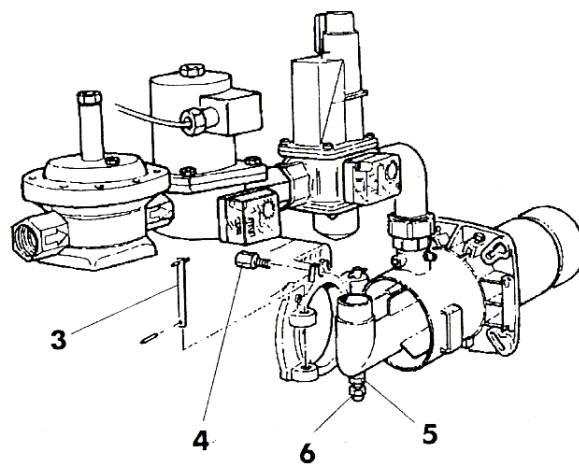

Fig.6A
- Para acceder al tubo de alimentación y a los electrodos, hay que quitar el perno 3, el tornillo 4, aflojar la tuerca 5 y enroscar el tornillo 6 (Fig.6A) **EM 40/2 - E**.